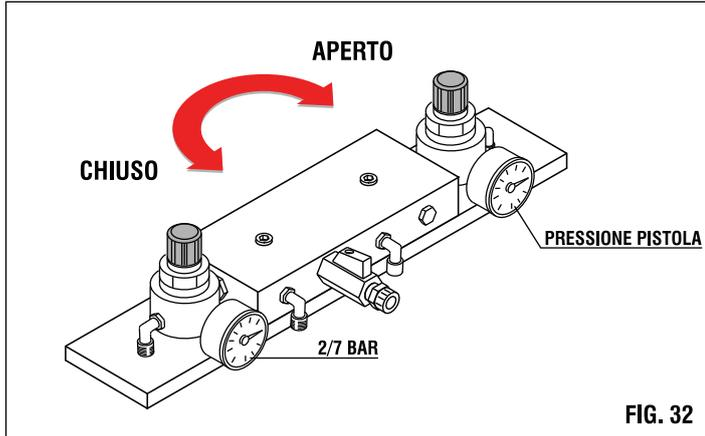

FIG. 32
7) A questo punto, alzare il valore della pressione dell'aria (pompa) da 2 a 7 bar, a seconda del grado di viscosità del prodotto utilizzato (fig.32).